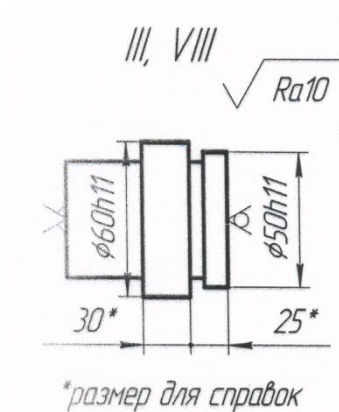

Рисунок 4 Операционный эскиз
4. Для токарной операции разработан операционный эскиз и заданы исполнительные размеры с допусками и требования по шероховатости обрабатываемых поверхностей (рис.4). Обработка каждой поверхности однократная.